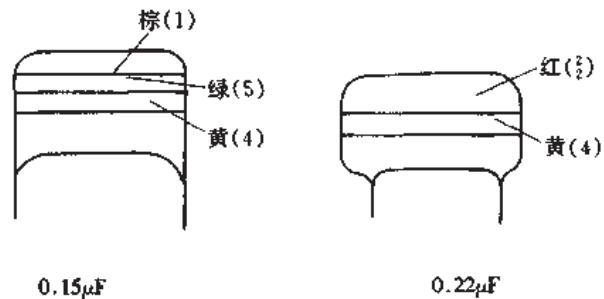

图 2.1.44 国外电容器容量色码表示法
(3) 色码表示法 色码表示法跟数码表示法相似。不同的是，它标的不是数字，而是用某种颜色代表某个数码。颜色黑、棕、红、橙、黄、绿、蓝、紫、灰和白分别代表 0、1、2、3、4、5、6、7、8 和 9。沿着引线方向，第一、二种颜色代表的数码表示容量的有效数字，第三种颜色代表的数码则表示有效数字的后面添加的“0”数，其单位也是 pF。如沿着引线方向，第一色环的颜色为棕，第二色环的颜色为黑，第三色环的颜色为黄，则其数码为 104，即 $0.1\mu\text{F}$ 。此外，有的电容器的色环较宽，其宽度为两个甚至三个色环的宽度，则这一色环表示两个或三个相同的数码。如第一宽色环为红色，第二色环（窄一些的）为橙色，则数码为 223，即容量为 $0.022\mu\text{F}$ 。图 2.1.44 表示二个电容的容量都是采用色码表示的。
(4) 国外电容器容量误差表示法 国外电容器容量误差有两种表示方法。一种是将某电容的绝对误差范围直接标出。如 (8.2 ± 0.4) pF，表示该电容的标称容量为 8.2pF ，误差范围在 $\pm 0.4\text{pF}$ 之间。另一种误差表示法则直接或用字母表示其百分比误差。目前大多数厂家生产的电容以字母表示误差的较多。字母表示的百分误差值详见表 2.1.33。